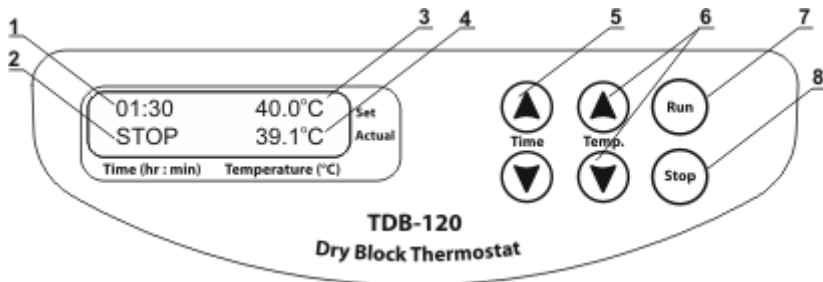

Fig.1 Pannello di controllo
- 4.3. **Impostazione della temperatura.** Utilizzare i tasti ▲ e ▼Temp. (Fig.1/6) per impostare la temperatura desiderata, facendo riferimento alle diciture relative alla temperatura impostata che compaiono nella riga in alto del display (Fig.1/3). Per aumentare l'incremento, tenere premuto il tasto per più di 2 secondi.
- 4.4. L'unità comincerà a riscaldarsi. La temperatura effettiva viene visualizzata nella riga in basso del display (Fig.1/4).
Utilizzare i tasti ▲ e ▼ **Time** [tempo] (Fig.1/5) per impostare il tempo desiderato in ore e minuti (h:min), facendo riferimento alle diciture relative al tempo impostato che compaiono nella riga in alto del display (Fig.1/1). Per aumentare l'incremento, tenere premuto il tasto per più di 2 secondi.
4.7. Premere il tasto **Run** [avvio] (Fig.1/7) per avviare il timer. Il tempo trascorso verrà visualizzato nella riga in basso del display (Fig.1/2).
Allo scadere del tempo impostato, il timer emetterà un segnale acustico e sul display comparirà l'indicazione lampeggiante STOP. Premere il tasto **Stop** [arresto] (fig. 1/8) per spegnere il segnale.
Attenzione! L'arresto del timer non comporta l'arresto del processo di riscaldamento/mantenimento della temperatura. È possibile interrompere il processo di riscaldamento riducendo la temperatura al di sotto dei 25 °C utilizzando il tasto ▼ **T, °C** (Fig. 1/6) (sul display comparirà l'indicazione OFF, fig.1/3).